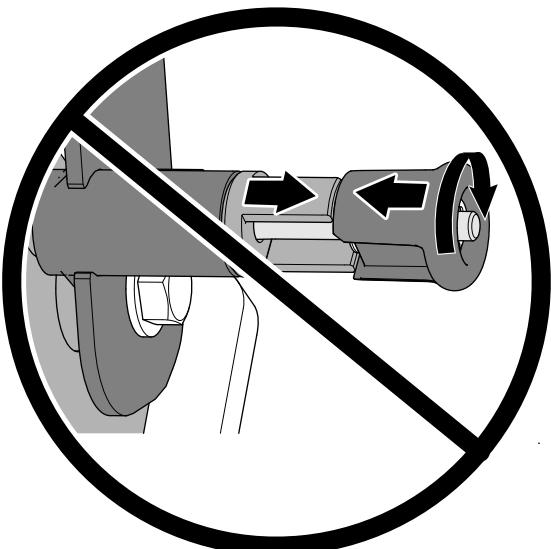

Figura 68
**Importante:** Non ruotate la manopola in modo che il perno di fissaggio non possa ritrarsi (Figura 68).